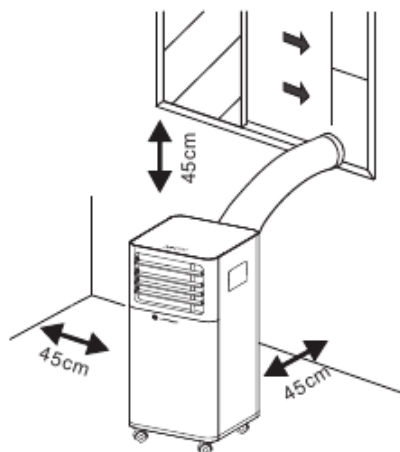

Рис. 1
- 1) Обеспечить свободное пространство (не менее 45 см) (Рис.1).